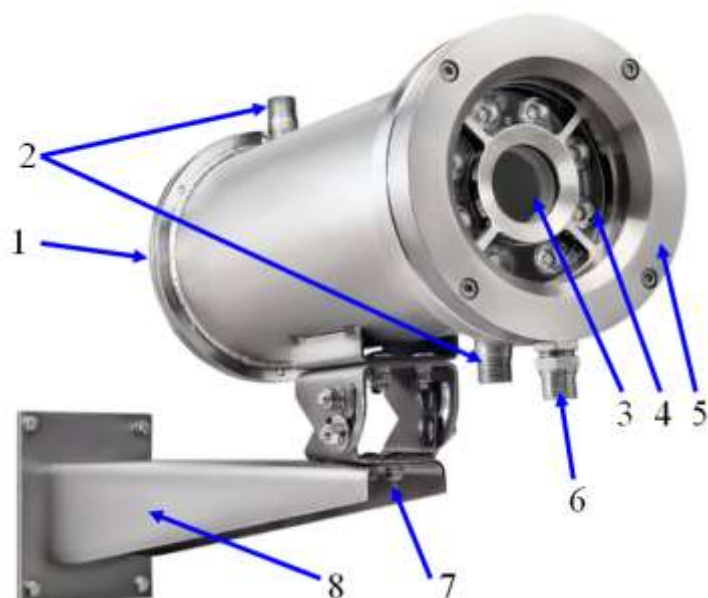

Рисунок 3 – Внешний вид термокожуха
Охлаждение внутреннего пространства термокожуха реализовано по принципу «водяной рубашки», применяемой в системе охлаждения автомобильных двигателей. Роль охлаждающей жидкости выполняет вода. Полая наружная оболочка кожуха имеет 2 штуцера для подключения к водяной магистрали (2), рис. 3. В нижний штуцер оболочки подается под давлением холодная вода. Протекая по полости наружной оболочки термокожуха вода отбирает избыточное тепло и уносит его через верхний штуцер оболочки кожуха. Выход нагретой воды через верхний штуцер обеспечивает гарантированное заполнение всего объема.
- Открутить винт крепления крепежно-юстировочного устройства (7) и отсоединить от него термокожух, рис. 3;
- Определить место установки и закрепить крепежно-юстировочное устройство (8) к рабочей поверхности, рис. 3;
- Установить термокожух на крепежно-юстировочное устройство (8) и зафиксировать при помощи винтов (7), рис. 3;